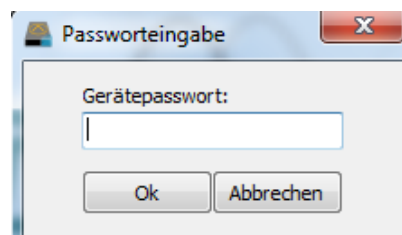

Abbildung 37: USB-Verbindung, Konfiguration oder Ein/Ausschalten entsperren
- **Ausschalten:** Bei aktiviertem Feld und Passwort ist das Ausschalten des Gerätes nur über den Button  möglich. Das Passwort wird dazu abgefragt (Abbildung 37).
- **Konfiguration:** Bei aktiviertem Feld und Passwort sind Änderungen an der Konfiguration und Speicher löschen nur nach Passeingabe möglich (Abbildung 37).
- **Daten auslesen:** Bei aktiviertem Feld und Passwort wird beim Herstellen der USB-Verbindung das Passwort abgefragt (Abbildung 37).